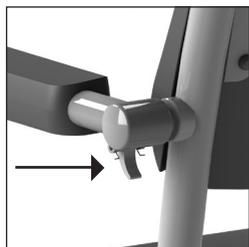

Figura 10 Bracciolo.
- I braccioli possono essere sbloccati premendo il fermo di sicurezza nel punto di incernieramento del telaio (vedere figura 10). The armrests can then be turned up for the client and folded up.